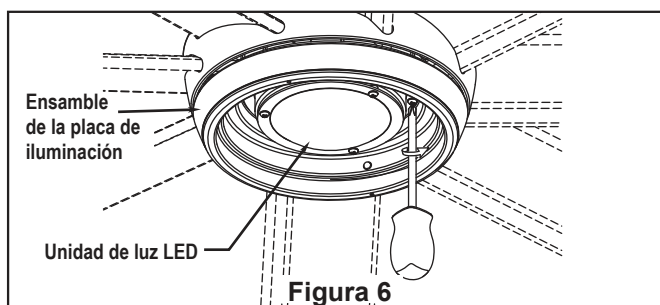

Figura 6
5. El receptor tiene una antena Wifi que puede utilizarse si sufre problemas de rango. (Figura 6)
- ☐ 6. Instale la unidad LED en la ernsamble de la placa de iluminación usando el tornillo previamente retirado y asegure los tres tronillos. (Figura 6)
8. **Configuración del mando a distancia y proceso de configuración de la velocidad (RPM):** (Figura 6)